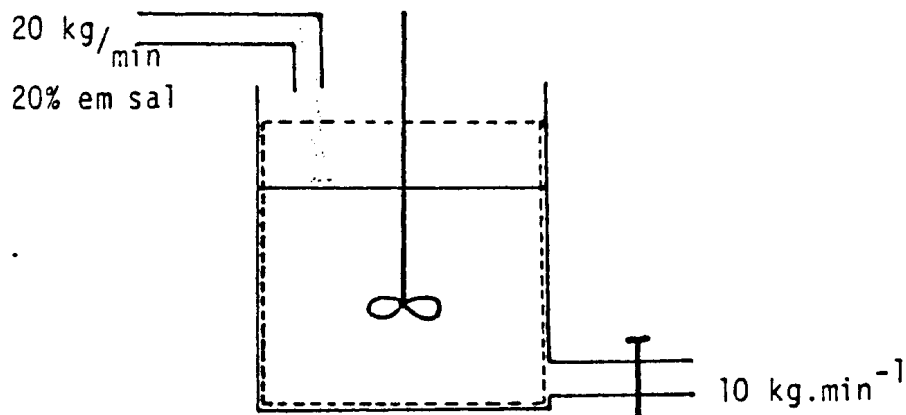

Figura P3.2
3.2 A um tanque que contém 1000 kg de salmoura, com uma concentração de 10% em massa de sal, vai ser adicionado um caudal de 20 kg min⁻¹ com 20% em massa de sal (figura P3.2). Em simultâneo, abre-se a torneira de descarga e escoam-se um caudal de 10 kg min⁻¹. A mistura no tanque é homogeneizada por meio de um agitador. Calcule a quantidade de sal no tanque no tempo t , e o tempo necessário para que se acumulem 200 kg de sal no seu interior.